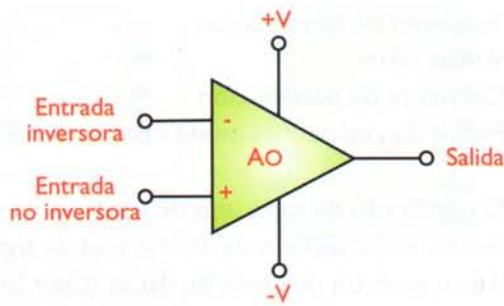

Figura 13.12. Símbolo del amplificador operacional
**Configuración del amplificador operacional.** Los amplificadores operacionales tienen cinco terminales básicos: dos para la fuente de alimentación, dos para las señales de entrada y uno para la salida. En la figura 13.12 se puede observar el símbolo del amplificador operacional. Aunque su estructura interna es compleja, no es necesario conocerla para utilizarlo ya que quienes lo diseñaron y construyeron lo hicieron de tal forma que su modo de funcionamiento sólo depende de los componentes externos conectados a él. En la sección de Teoría de este mismo curso se explican en detalle sus principales configuraciones y modos de funcionamiento.